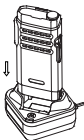
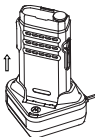

Figura 2: Encaixe o rádio no carregador para carregar
Figura 3: Levante o rádio do carregador
3. Para carregar um rádio com bateria, com o rádio desligado, consulte Figura 2 e Figura 3.